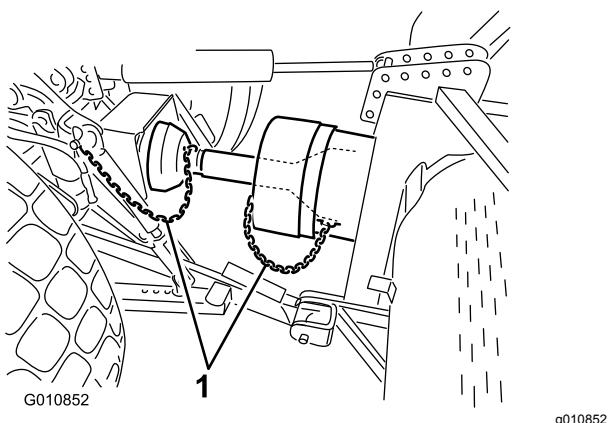

Bild 25
6. Schließen Sie die Abdeckungssicherheitsketten am Zapwellenschutzblech und der Traktorhalterung an (Bild 25). Stellen Sie sicher, dass die Ketten beim Anheben und Absenken des Aerifizierers nicht stramm werden.